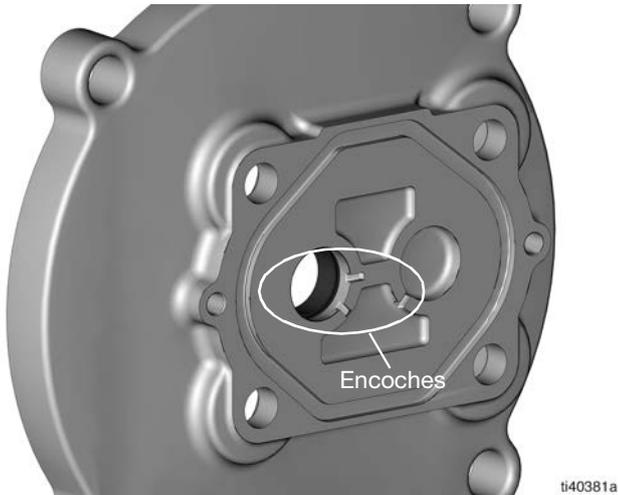
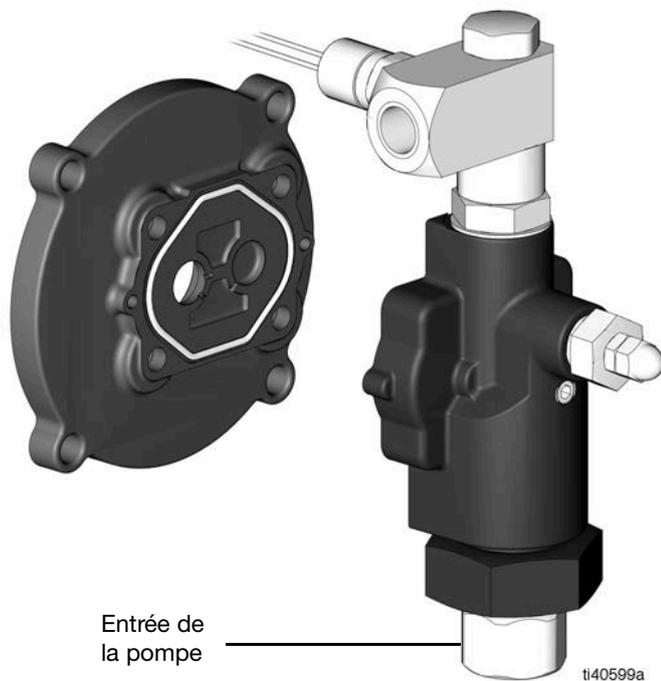

FIG. 29
FIG. 30
3. Positionnez la plaque d'adaptateur sur le boîtier de pompe de manière à ce que les encoches soient orientées vers l'entrée de la pompe (FIG. 29 et FIG. 30).